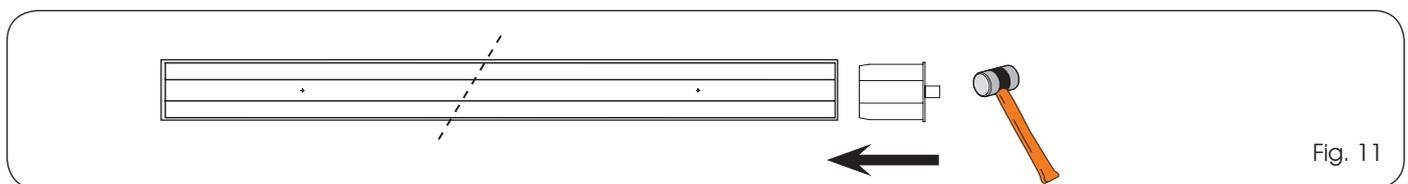

Fig. 11
La calotte (Fig.1 réf. ⑥ ⑦) directement sur le rouleau fixe (Fig.1 réf.③). Voir figure 11